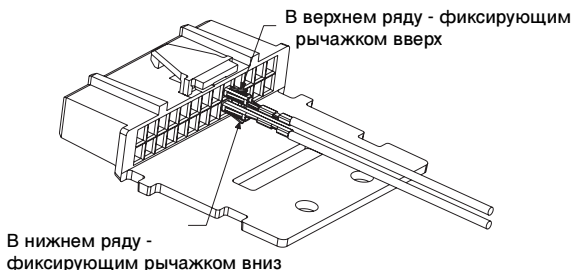

Рисунок 3. Ориентация наконечника
- Подсоедините провод с контактным наконечником к штырьку № 23 аксессуарного разъема, как показано на *рис. 3*.